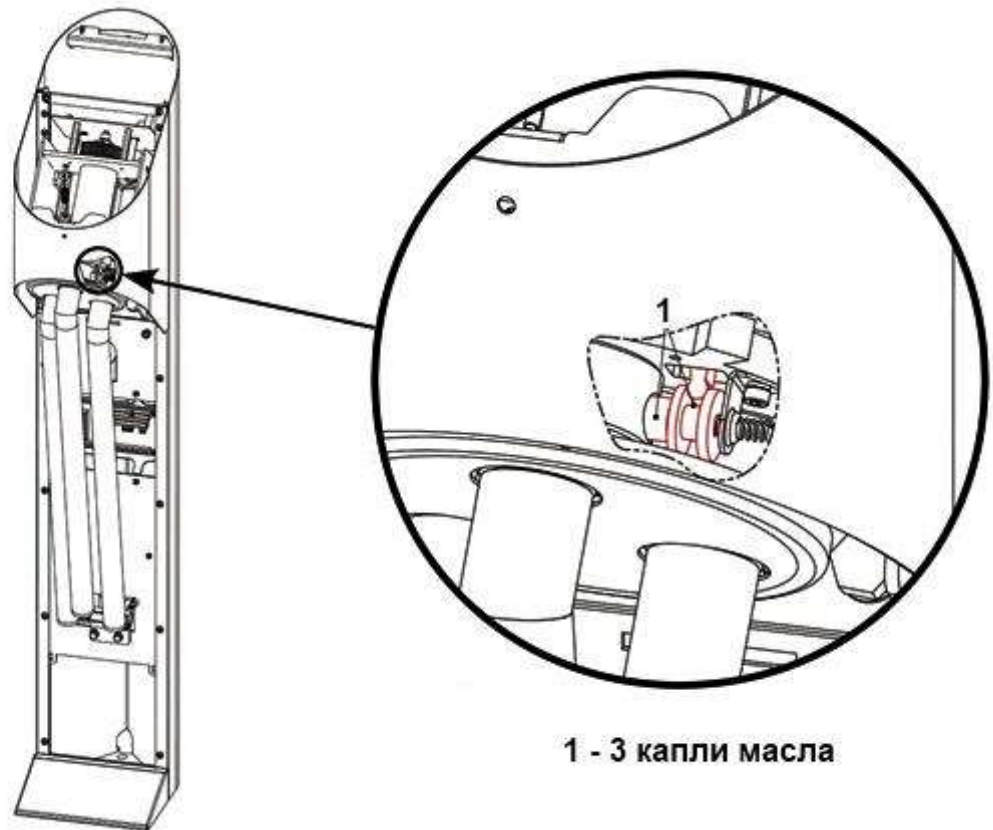

Рисунок 26 – Места соединения фиксатора и кулачка разблокировки планок (центральная стойка турникета)
3.7.5 Рисунок 26 – смазать места соединения фиксатора и кулачка разблокировки планок.
Операцию необходимо проделать для всех планок, проворачивая диск. Рисунок 26 – отверстие показано условно.